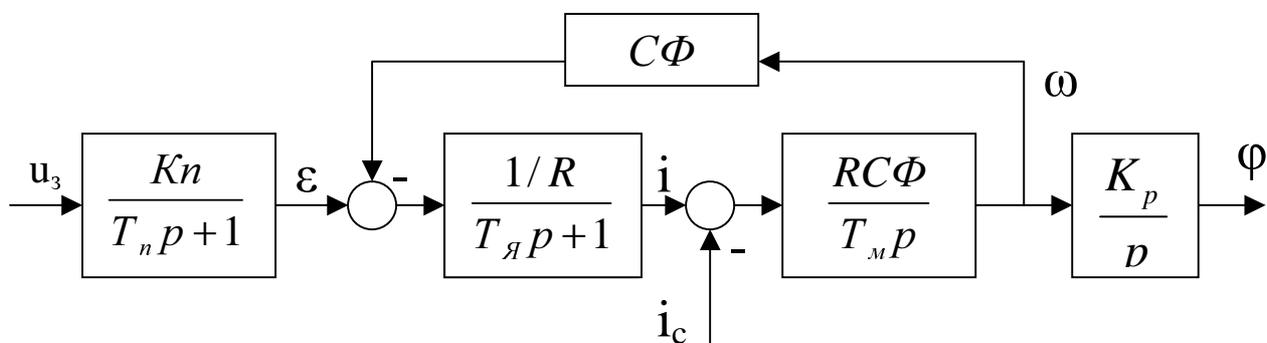

рис. 4. Структурная блок-схема силовой части ЭПТТ
**Исходные данные:** структурная схема силовой части электропривода постоянного тока независимого возбуждения (рис. 4), параметры системы электропривода (таблица 1).